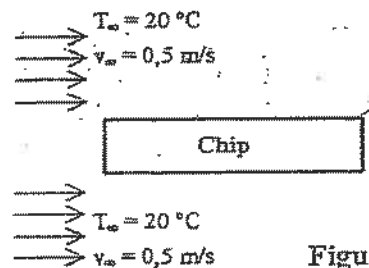

Figura 2
2. Um forno eléctrico é constituído por duas zonas de aquecimento (Z1 e Z2) e é usado para o tratamento térmico de revestimento de ambas as faces de uma chapa metálica delgada (2), posicionada a meia altura entre os aquecedores (1); como se mostra na figura 2.
e) A partir da situação anterior o "chip" avaria e é retirado do substrato, arrefecendo por contacto com o ar nas duas faces (como se mostra na figura 2), nas mesmas condições de escoamento.